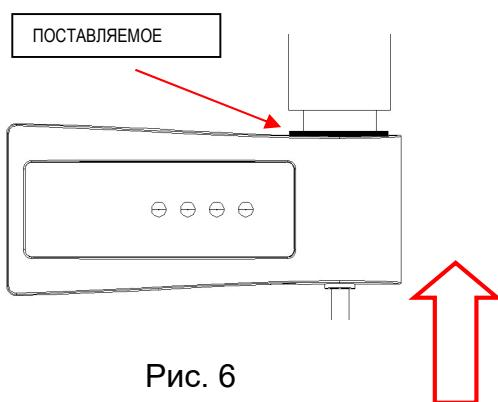

Рис. 6
4. Поместите регулятор на соединение на электронагревателе (рис.6) и прижимайте его до тех пор, пока он не будет полностью вставлен, а входящее в комплект уплотнительное кольцо не будет полностью сжато. Убедитесь, что провода ведут к регулятору и не выступают в первой части отверстия.
Убедитесь, что входящее в комплект уплотнительное кольцо полностью сжато при эксплуатации (рис. 6).